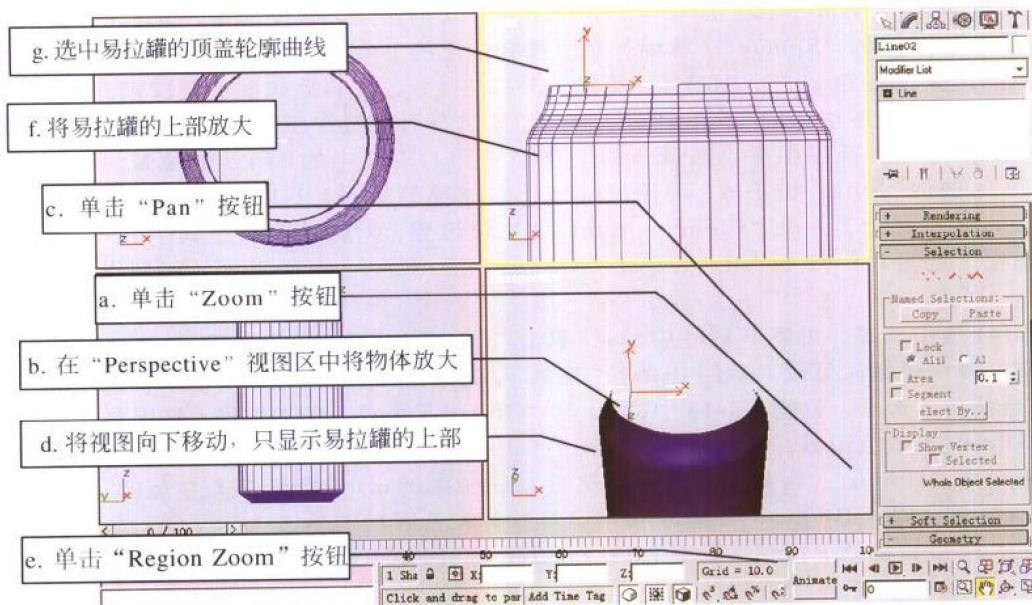

图1-1-10
(21) 单击视图控制区中的“Zoom”(缩放)按钮, 见图1-1-10中的a, 在“Perspective”(透视)视图区中将物体放大, 见图1-1-10中的b。
(22) 单击视图控制区中的“Pan”(移动)按钮, 见图1-1-10中的c, 将视图向下移动, 只显示易拉罐的上部, 见图1-1-10中的d。
(23) 单击视图控制区中的“Region Zoom”(区域缩放)按钮, 见图1-1-10中的e, 在“Front”(前)视图中将易拉罐的上部放大, 见图1-1-10中的f。然后选中易拉罐的顶盖轮廓曲线, 见图1-1-10中的g。